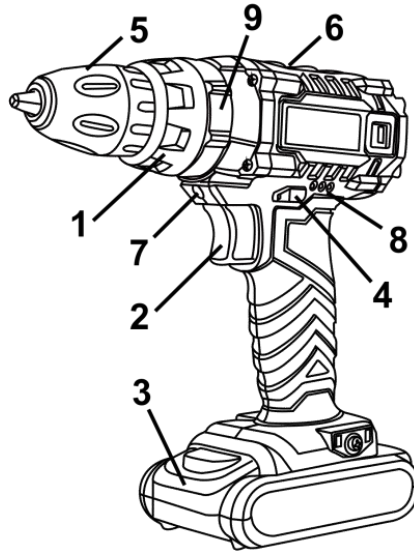

Рисунок 1
4.1.4 Встановіть необхідний крутий момент за допомогою кільця регулятора моменту затягування (1) (див. рисунок 1).
4.4 Для ввімкнення виробу натисніть на клавішу вимикача (2) (рисунок 1). Для відключення виробу слід клавішу відпустити. Регулювання швидкості обертання патрону здійснюється ступенем натискання на клавішу вимикача.